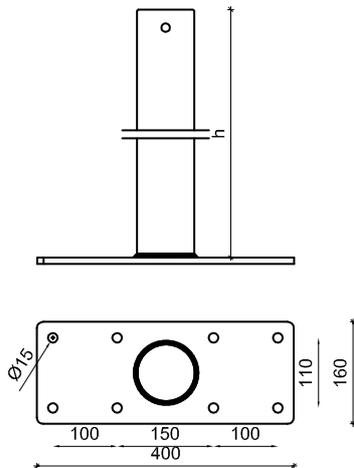

Abbildung 3.3 - Pfosten PZL
- Basis mit den Abmessungen 400x160x10 mm und 8 Bohröffnungen für die Befestigung (für die Zwischenachsen siehe Abbildung 3.3)